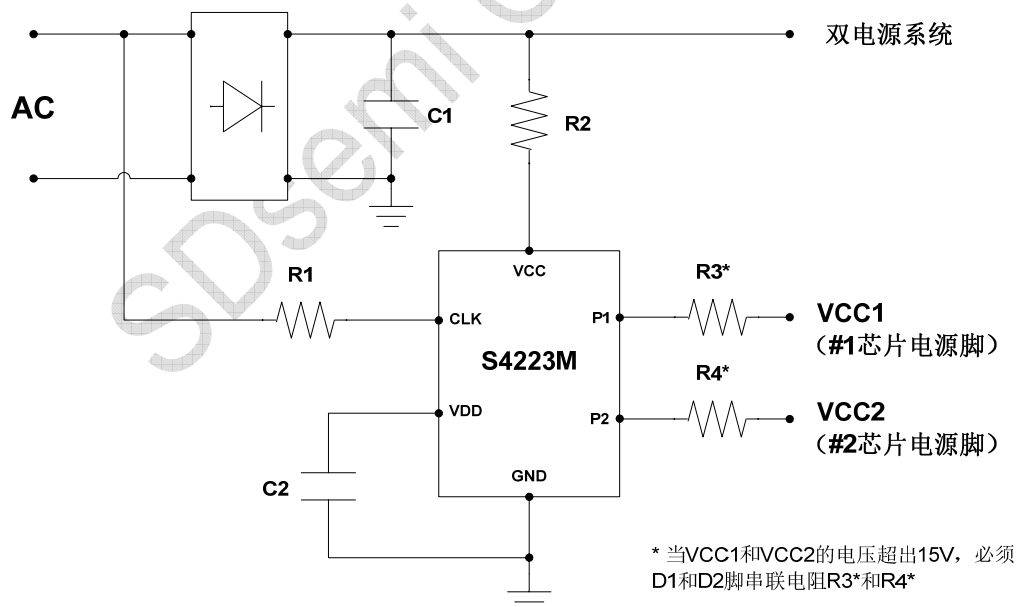

图1 S4223M 典型应用图
如图 1 所示: S4223M 的供电脚 VCC 通过电阻 R2 连接到整流桥输出正极, 也即电容 C1 的正极, 由于考虑到最高的交流电压和电阻的耐压, 如果该供电电阻使用的是贴片电阻建议两个串联。
2) 鉴于目前双电源开关调色温方案存在当 LED 铝基板感应漏电的情况时逻辑不正常的现象,建议客户在设计时,必须模拟 LED 铝基板漏电的情况,并测试逻辑状态是否正常。S4223M 可以通过调节图 1 中的 R1 值消除漏电造成逻辑不正常的问题,对于该问题来说,R1 值越大越好,但是同时可能会造成最低工作电压变大,所以在解决 LED 铝基板漏电的问题时必须考虑电源的最低工作电压的问题。
4) 如图 1 所示:由于 S4223M 的检测脚 CLK 直接检测 AC 的输入端,考虑到耐压的问题,如果